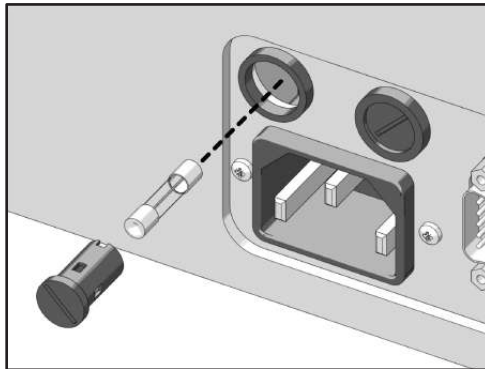

figura 26
4. Posizionare con cura il nuovo fusibile nel portafusibile (figura 26);